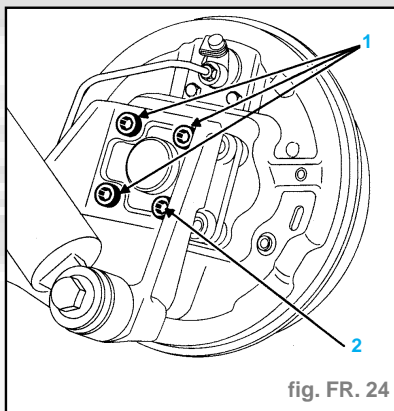

fig. FR. 24
- Déposer : (fig FR. 24)
- les trois vis (1) et desserrer la vis (2) de la fixation de la fusée sur le bras (laisser deux à trois filets en prise pour ne pas faire tomber l'ensemble fusée-tambour).